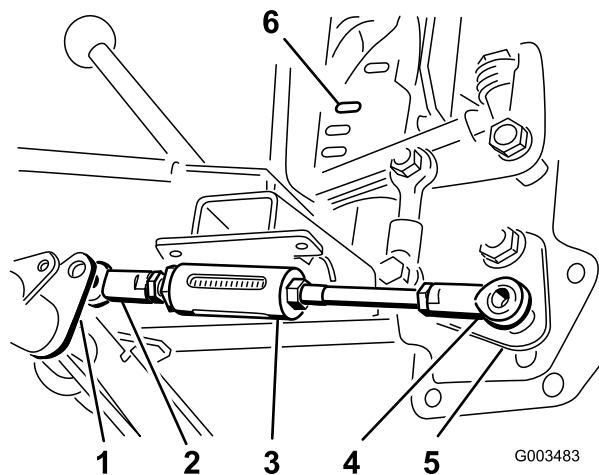

図 7
1. 調整用ロッド・アセンブリの短い方の端部についているボール・ジョイントを、ピボット・チューブの調整用ロッド・レバーの右に置く (図 7)。
3. 調整用ロッド・アセンブリの長い方の端部についているボール・ジョイントを、昇降ハンドル・アセンブリの下についているスタッドに嵌め、ロックナット ((1/2 インチ)) で仮止めする (図 7)。